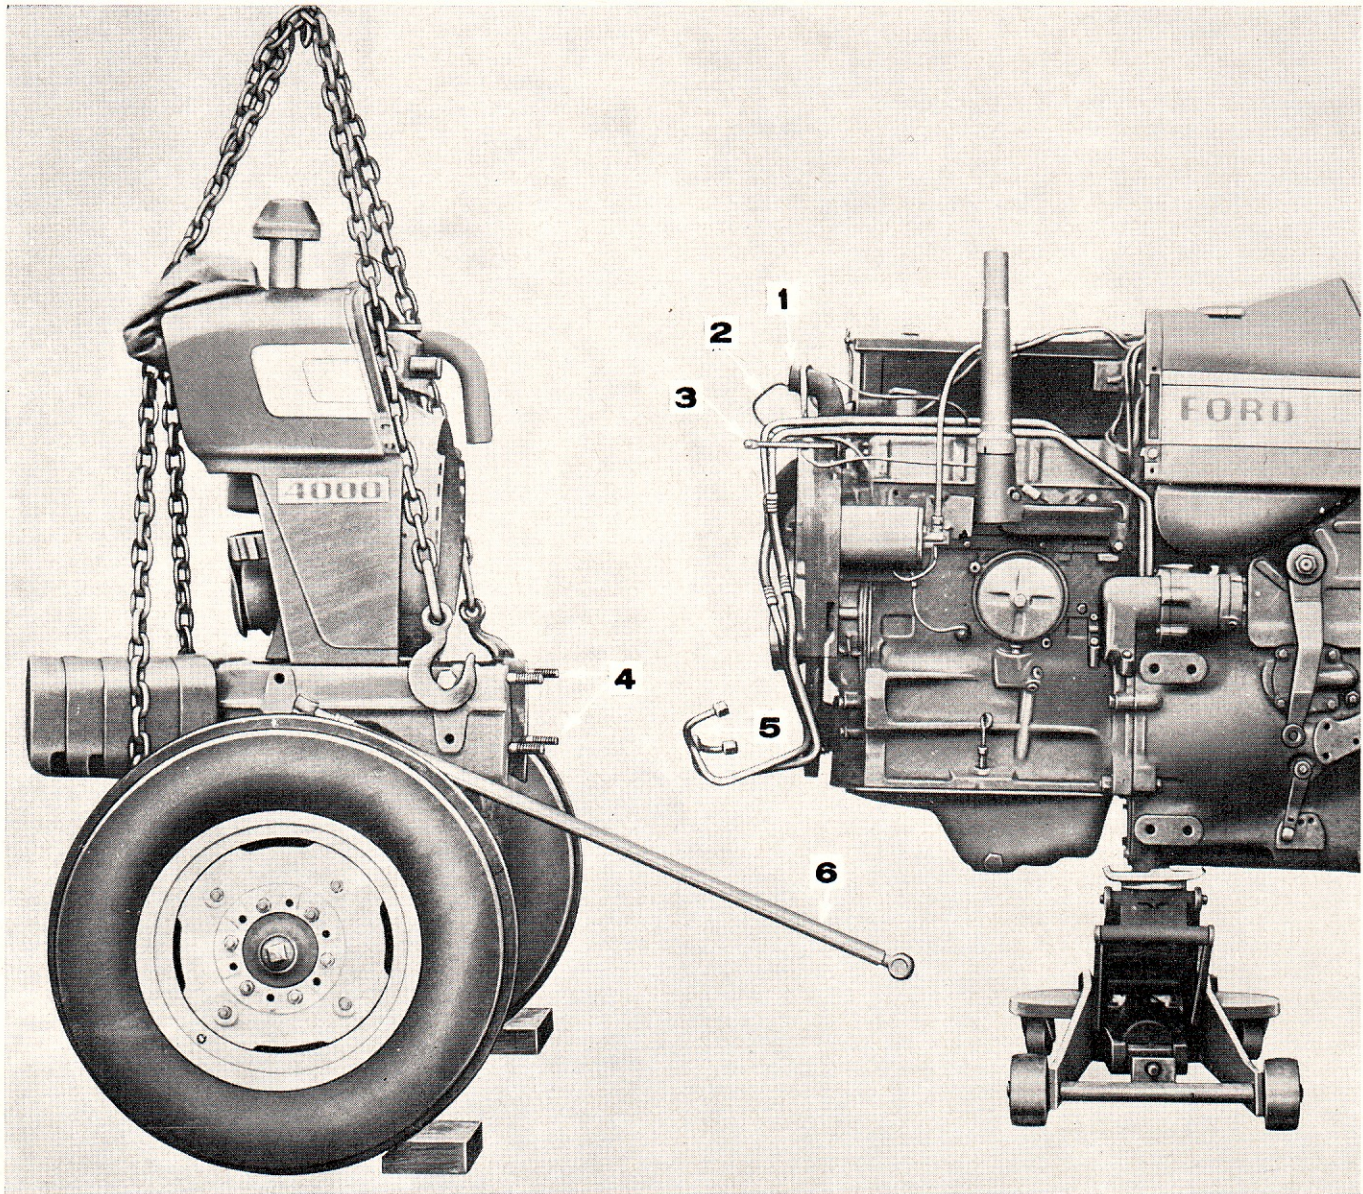

Figure 9: Séparation du train avant
8. Desserrer les colliers de bridage des durites de radiateur et débrancher les durites à hauteur du radiateur. Desserrer le collier de la manchette d'entrée d'air (fig. 9).